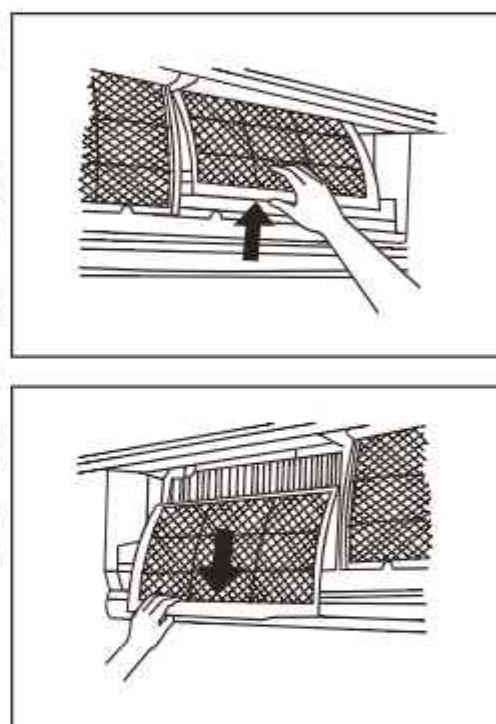

Рисунок 12 - Снятие воздушного фильтра внутренних блоков настенного типа
1. Поднимите переднюю панель внутреннего блока. Воздушный фильтр находится под лицевой панелью внутреннего блока (см. рис. 12).